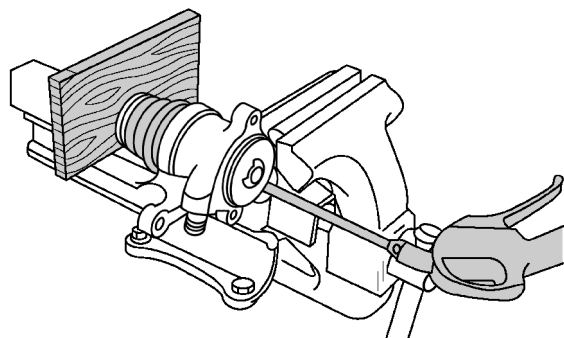

图 3-2-54 拆卸后制动钳活塞
(1) 将活塞尽量多地从制动钳中旋出，用压缩空气将活塞从制动钳中压出。拆卸时请注意，不要损坏制动缸的表面。将木板放入槽中，以免活塞损坏，如图 3-2-54 所示。